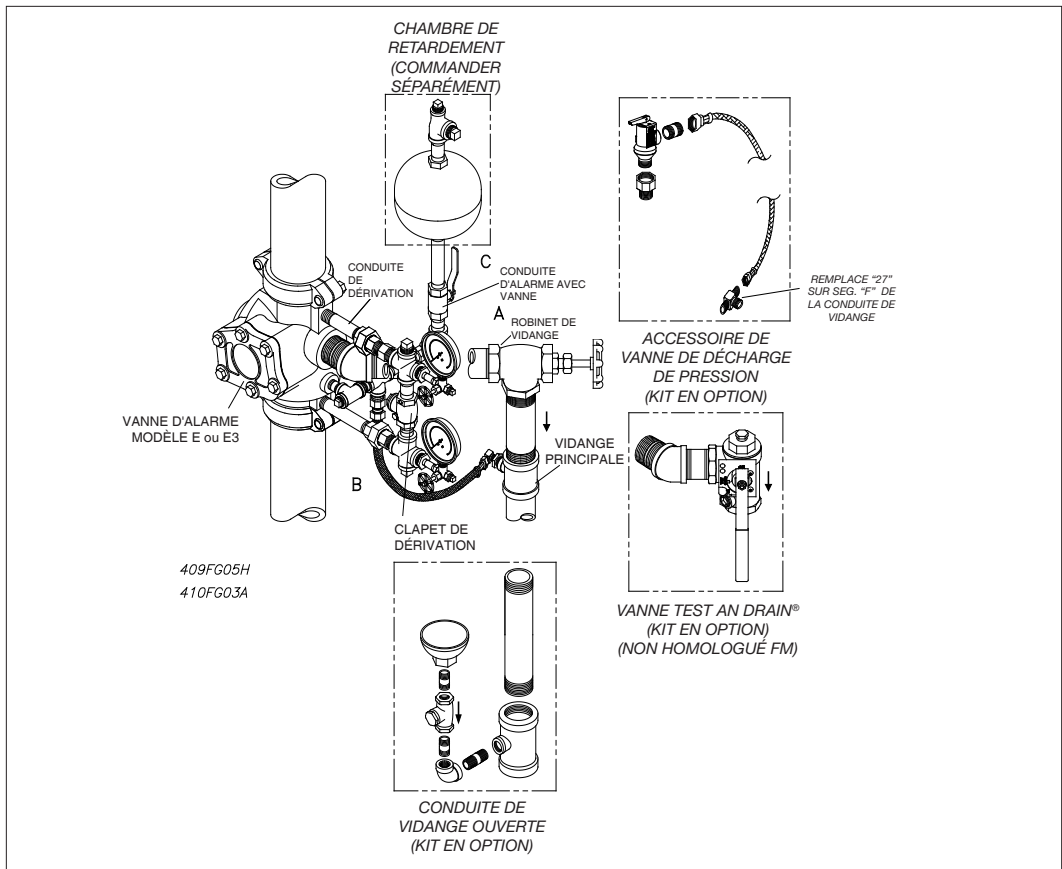
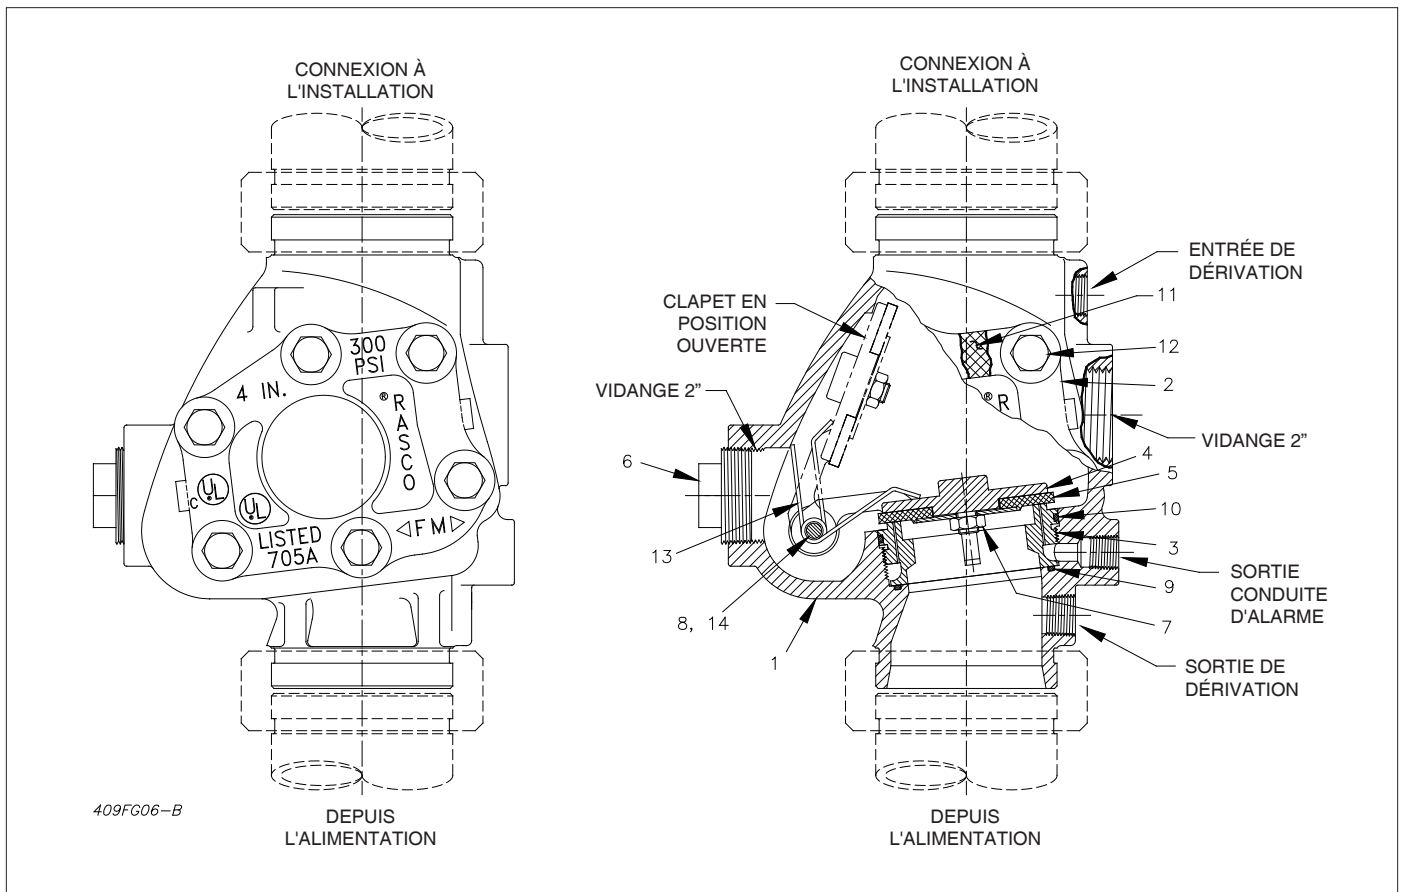

Figure 7 - Accessoire E3 pour installation verticale
Figure 9
La position normale des pièces de la vanne d'alarme est indiquée dans la figure 9. Un débit d'eau dans la tuyauterie
1. La conduite de dérivation, figure 7, dotée d'un clapet anti-retour (B), permet à la surpression de pénétrer dans la tuyauterie du système en aval du clapet d'alarme sans que le siège de ce dernier se soulève. Les surpressions fréquentes font accumuler un excès de pression dans le système, ce qui maintient le clapet en place et prévient le déclenchement de fausses alarmes. Si une forte surpression éloigne le clapet de son siège et permet à l'eau de s'écouler dans les conduites d'alarme, la chambre de retardement de modèle E1 de Reliable entre en action.
Pour tester uniquement le fonctionnement du dispositif d'alarme, il faut ouvrir la vanne (A), Figure 7, jusqu'à ce que l'alarme retentisse. Pour utiliser le kit d'installation en option TestANDrain®, il faut ouvrir la vanne en position "Test". La réalisation de ce type de test comporte l'avantage supplémentaire de faire fonctionner le clapet. Si l'alarme mécanique du sprinkleur (moteur hydraulique) ne fonctionne pas, cela signifie probablement que le filtre est obstrué. Retirer le bouchon du filtre et nettoyer le filtre. S'assurer de remettre le filtre propre en place et de bien serrer le bouchon. Pour obtenir des informations sur le nettoyage, consulter la Fiche 613.
1. Ouvrir la vanne (A), figure 7, pour la vidanger. Cela devrait éliminer toute substance du siège de la vanne d'alarme. Fermer la vanne et observer si le débit d'eau cesse.
Article 5, Figure 9.
- 3) Joints toriques du siège : Articles 9 et 10, Figure 9.
- c. Dans les deux cas (a ou b), vidanger le système en ouvrant la vanne (A), figure 7. Retirer le couvercle (2), figure 9, le bouchon de l'arbre (14), l'axe de charnière (8) et le clapet (4).
- 2) Retirer les joints toriques, Articles 9 et 10, Figure 9. Nettoyer consciencieusement les rainures des joints toriques et les surfaces d'étanchéité. Vérifier que les joints ne sont pas endommagés et ne comportent aucun corps étranger.
- 1) Remettre le clapet (6) sur la vanne d'alarme du siège – insérer l'axe de charnière (8) dans la vanne et le faire passer dans un palier du clapet (4). Appuyer sur le ressort (13) et le maintenir fermement enfoncé entre les paliers du clapet d'alarme et pousser l'arbre de l'alarme du clapet à travers les serpentins et les douilles du ressort, vers le côté le plus éloigné de la vanne. – Remettre le bouchon de l'arbre (14) en place.
- 3) Replacer le couvercle (2) en s'assurant que le joint du couvercle (11) est en place et que les boulons et écrous sont bien vissés.
- 4) Fermer la vanne de vidange (A), Figure 7. Ouvrir lentement la vanne d'arrêt principale. S'assurer que la vanne (C) et la vanne d'arrêt principale sont contrôlées correctement en position OUVVERTE.
- 6, fuite entre le clapet (4) et le revêtement (5) ou fuite au niveau du clapet de dérivation (H), Figure 7.